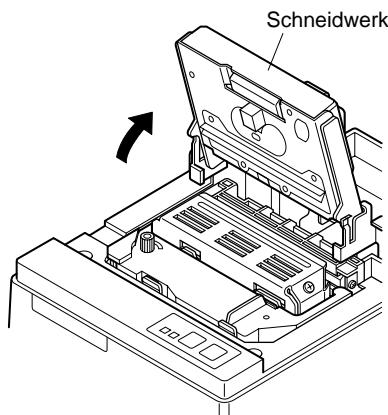

Abb. 4-9 Anheben des Schneidwerks
- ① Stellen Sie den Netzschalter am Drucker in Aus-Stellung.
- ② Zum Abnehmen der Frontabdeckung heben Sie diese ca. 3 cm an, und ziehen sie dann nach vorne.
- ③ Heben Sie das Schneidwerk an und stellen es in senkrechte Stellung, wie in Abbildung 4-9 gezeigt.